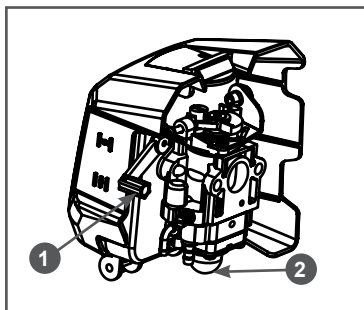

Рис. 8 Расположение рычага управления воздушной заслонки и ручного топливного насоса
- Прокрутите топливо через карбюратор. Для этого нажимайте (примерно 5-10 раз) на ручной топливный насос до появления в насосе топлива и возникновения сопротивления при нажатии. Насос 2 находится в нижней части карбюратора под корпусом воздушного фильтра (Рис. 8).
6. Закройте воздушную заслонку. Для этого рычаг 1 управления воздушной заслонкой (Рис. 8) установите в верхнее положение (положение «OFF»).